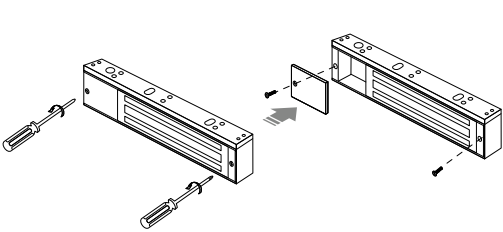

Рис. 5 Подготовка замка DL280 к установке
- 2. Только для замка DL280: открутите крестовой отверткой 2 винта на фронтальной стороне замка. Снимите крышку для доступа в отсек с клеммной колодкой для подключения. См. рис.5.